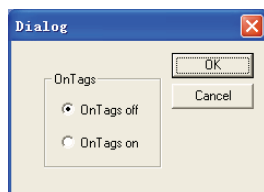

图 13-18 “填充变量”对话框
④ 填充变量 (Fill Tags)。使用菜单命令“填充变量 (Fill Tags)”可启动将重要诊断值保存在变量中的功能,“填充变量”对话框如图 13-18 所示。